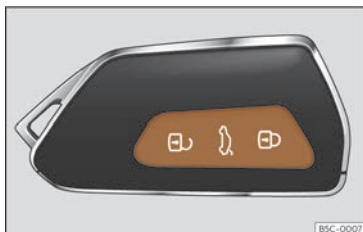

Fig. 84 Clau per control remot: tecles.
- Bloquejar: premeu el botó  >>> fig. 84.